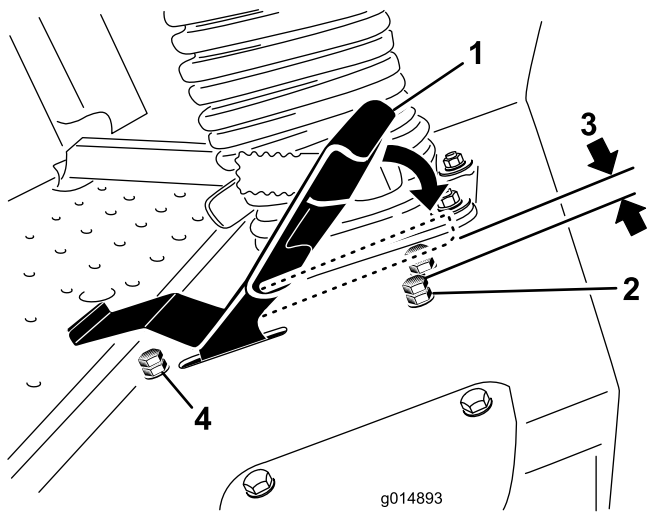

Figure 39
3. Desserrez l'écrou de blocage sur le boulon d'arrêt de la pédale de déplacement (Figure 39).